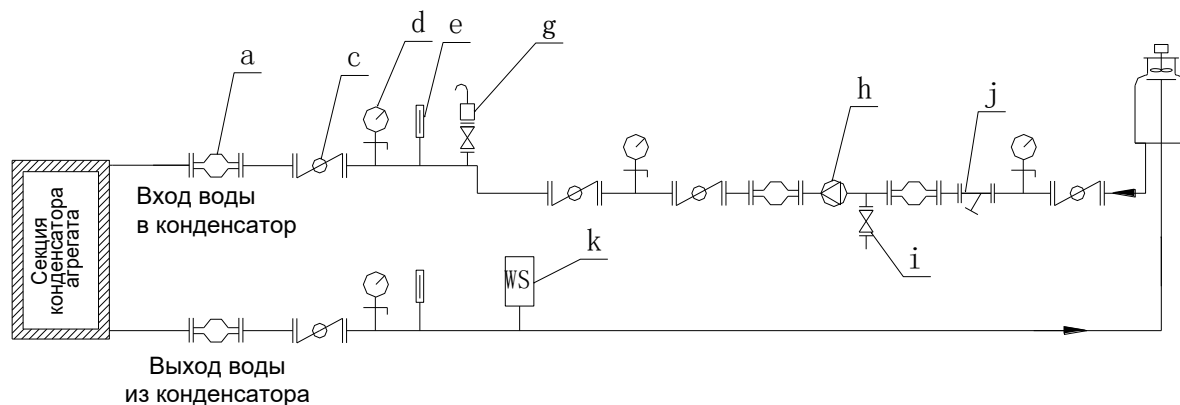

Рис. 4.1. Схема трубопроводов контура охлаждающей воды
11. Рекомендуемая схема контура охлаждающей воды конденсатора приведена на рис. 4.1.